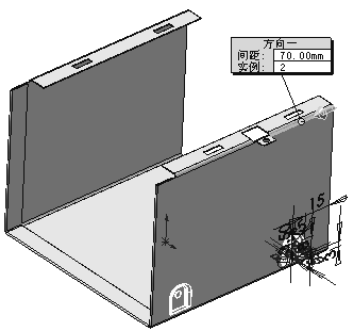
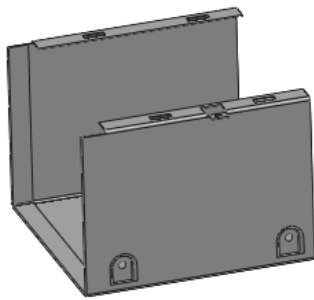

图 10-190 线性阵列“硬盘成型工具 1”
图 10-191 线性阵列生成的特征
17) 线性阵列成型工具。单击“特征”控制面板中的（线性阵列）按钮，或选择“插入”→“阵列/镜像”→“线性阵列”菜单命令，弹出“线性阵列”属性管理器。在属性管理器“方向 1”的“阵列方向”列表框中单击鼠标，拾取钣金件的一条边线，单击按钮切换阵列方向，在“间距”文本框中输入数值“70”。然后在 FeatureManager 设计树中单击“硬盘成型工具 1”名称，如图 10-190 所示。单击（确定）按钮，完成对成型工具的线性阵列，结果如图 10-191 所示。